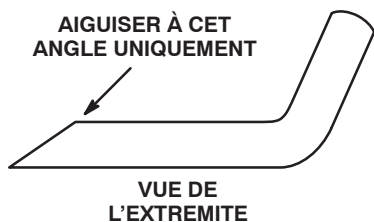

Figure 28
3. Examinez les tranchants de toutes les lames et aiguissez-les s'ils sont émoussés ou ébréchés. N'aiguissez que le haut du tranchant et conservez l'angle de coupe d'origine pour obtenir une coupe nette (Fig. 28). Limez la même quantité de métal sur chacun des deux tranchants pour ne pas déséquilibrer la lame.